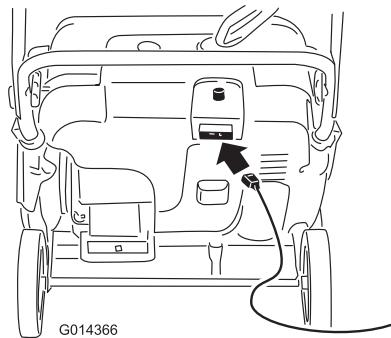

**Figure 16**
3. Appuyez fermement sur l'amorceur avec le pouce comme indiqué sur le graphique ci-dessous, en marquant une pause d'une seconde chaque fois (Figure 16).